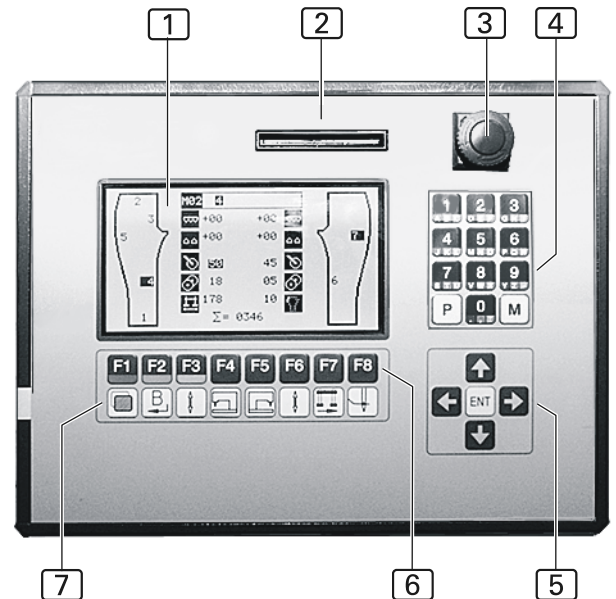

Abb. 1
**Abb. 1:** Das Bedienteil ist Anzeige- und Eingabemedium der Maschinensteuerung. Im Bedienteil sind der Mikroprozessor zur Steuerung der Maschine und die Speichermedien (EPROM) zur Sicherung der Programmsteuerung installiert.